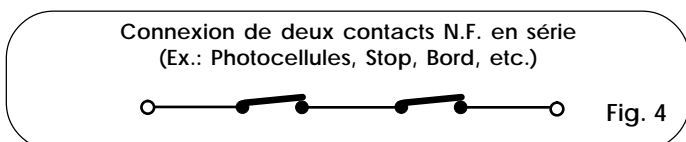

Fig. 4
N.B. Si deux ou plusieurs dispositifs de sécurité ont la même fonction (ouverture, fermeture, ouverture et fermeture, bord), il faut connecter les contacts en série entre eux (fig. 4).
Pour installer plusieurs dispositifs de sécurité, connecter les contacts N.F. en série (fig. 4).
FSW CL - Contact des sécurités en fermeture (borne 4): La fonction des sécurités en fermeture est de protéger la zone concernée par le mouvement du portail durant la phase de fermeture. Dans les logiques A-AP-S-E-EP, durant la phase de fermeture, les sécurités intervertissent le mouvement du portail, ou bien arrêtent et intervertissent le mouvement à leur désengagement (voir programmation avancée Chap. 5.2.). Dans les logiques B et C, durant le cycle de fermeture elles interrompent le mouvement. Elles n'interviennent jamais durant le cycle d'ouverture. Les **Sécurités de fermeture**, si elles sont engagées avec le portail ouvert, empêchent le mouvement de fermeture. Pour installer plusieurs dispositifs de sécurité, connecter les contacts N.F. en série (fig. 4).
Pour installer plusieurs dispositifs de STOP, connecter les contacts N.F. en série (fig. 4).